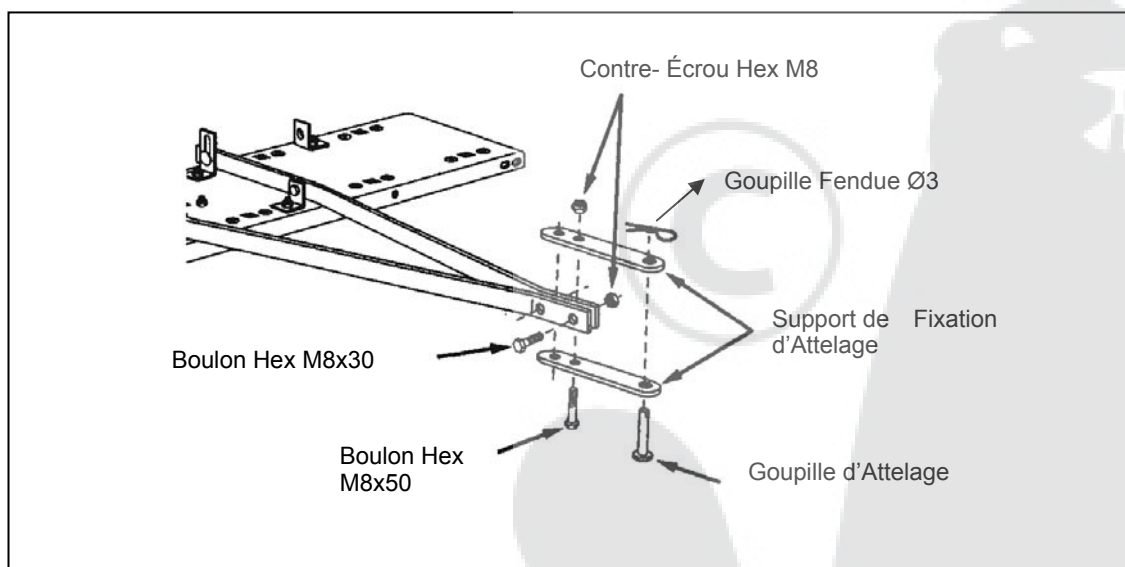

Figure 4
7. Assemblez ensemble les extrémités avant des bras de fixation d'attelage à l'aide de deux boulons hex(à tête hexagonale) M8x30 et des contre-écrous hex M8. Ne serrez pas encore. Voir figure 4.
8. Assemblez les supports pour fixation d'attelage au haut et au bas des bras de fixation d'attelage à l'aide de deux boulons hex(à tête hexagonale) M8x50 et des contre-écrous hex M8. Ne serrez pas encore. Voir figure 4.
9. Assemblez la goupille d'attelage Ø10 à travers les supports de fixation d'attelage et renforcez-le avec une goupille fendue Ø3. Voir figure 4.